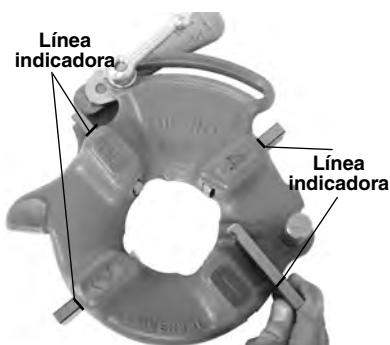

Figura 6 – Inserción de terrajas
6. Introduzca las terrajas apropiadas en el cabezal de terrajas, con el borde que lleva el número orientado hacia arriba, hasta que la línea indicadora esté al ras con el borde del cabezal (vea la Figura 6). Los números en las terrajas deben coincidir con los números en las ranuras del cabezal. Siempre cambie el juego completo de terrajas. No mezcle terrajas de distintos juegos.